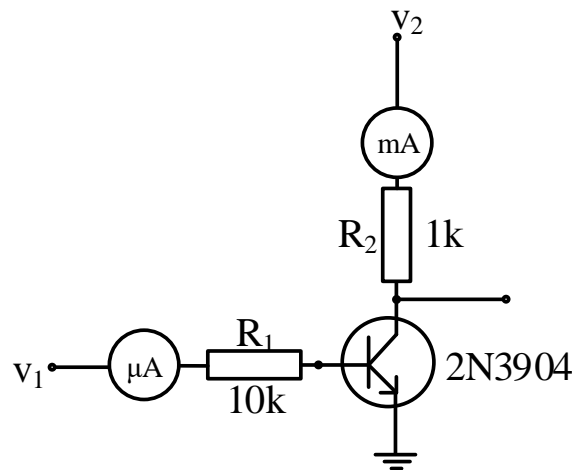

图 1
1、搭建图 1 所示电路。用示波器、微安表和毫安表等，测量三极管 2N3904 的输入特性和输出特性，分别绘制曲线；计算其 β 值。 V_1 ， V_2 用可调直流电源（注意：通电前一定要将两个通道的电压旋钮调到零位）。设计测试方案，记录测量结果。
输入电阻 R_i 表示从放大电路输入端看进去的等效电阻，即 $R_i = U_i / I_i$ 。附图 1 所示为一种常用测量输入电阻的方法。在被测电路的输入回路中串入一个已知电阻 R_1 ，在输入端加入正弦信号，用示波器分别测量电阻 R_1 两端对地的电压有效值，则可求出输入电流，由此计算输入电阻为 $R_i = U_i / (U_i' - U_i) * R_1$
附图 1